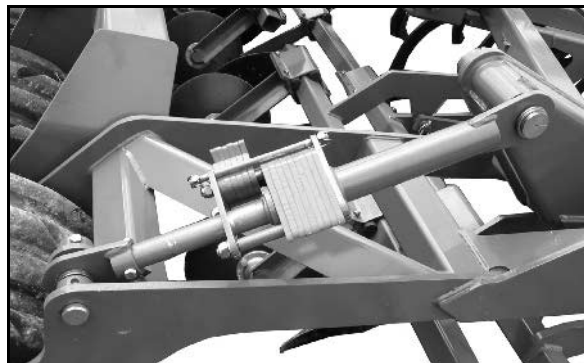

Fig. 49
- for justeringselementene på høyre og venstre side av hekkvalsen (Fig. 49),